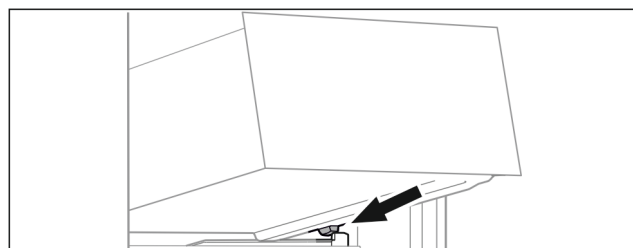

Fig. 96
- Placer le tiroir, en l'inclinant, derrière les butées sur la nervure de récipient. (voir Fig. 96)